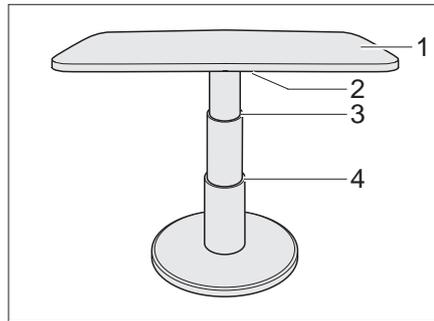

Bild 102 Hubtisch der Rundsitzgruppe
- Den Verriegelungshebel (Bild 102,2) nach links schwenken. Die Verriegelung ist offen.
- Die Tischplatte (Bild 102,1) in der Mitte bis zum gewünschten Anschlag (Bild 102,3 oder 4) nach unten drücken und gedrückt halten.